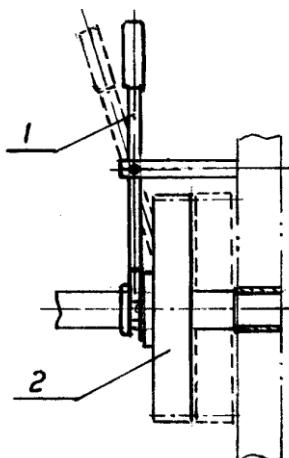

Рис. 8
- 2) Открыть задний щиток; ввести в зацепление с главным передаточным механизмом скользящую шестерню с помощью вильчатого звена. Правильное положение обозначено пунктирной линией на рис. 8. Затем закрыть задний щиток.
- 4) Перед выполнением вальцовки рукоятка 1, показанная на рис.8, должна находиться в положении, указанном на рисунке. После выполнения вальцовки необходимо повернуть рукоятку 1 в положение, обозначенное пунктирной линией, убедиться, что отверстие совпадает с отверстием на раме, затем вынуть заготовку.